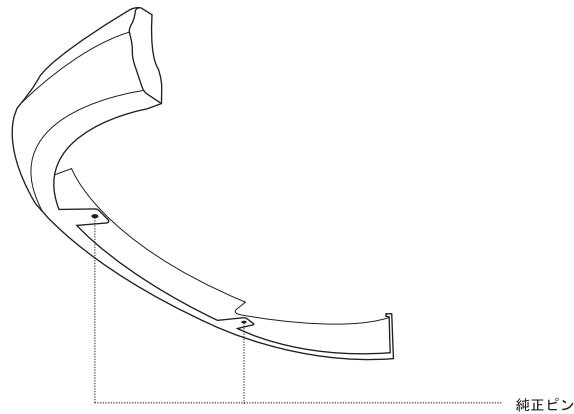

図1
2. 確認後、フロントハーフスポイラーの下部を車両本体より取り外した純正ピンで取り付けてください。(図1参照)